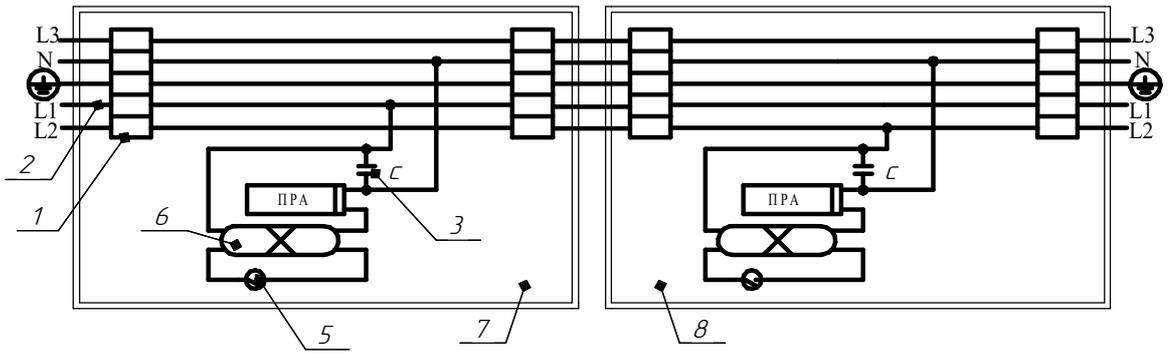
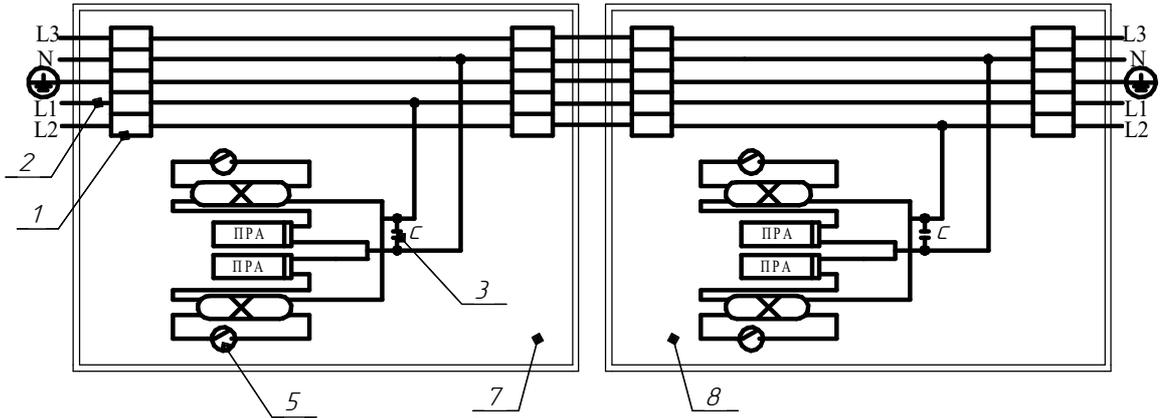

Рисунок 1. Для одноламповых св-ов.
Рисунок 2. Для двухламповых св-ов
4.1 Светильники состоят из корпуса в сборе поз.1; панели в сборе поз.2 на которой выполнен монтаж электрической схемы светильника; рассеивателя поз.3; скоб поз.4 для подвеса на горизонтальную поверхность; замков поз.5 (см. Рис.1). Рассеиватель крепится к корпусу с помощью замков поз.5. Защита контактных частей светильника и ламп от пыли и влаги обеспечивается уплотнением: место соединения корпуса с рассеивателем уплотняется уплотнительной прокладкой, а место ввода проводов в корпус светильника заглушкой или сальниковым вводом поз.6 или 10 (Приложение А). Подвес на серьгу, стержень, трос см. рис.2, 3, 4 заказывается дополнительно к базовому исполнению.